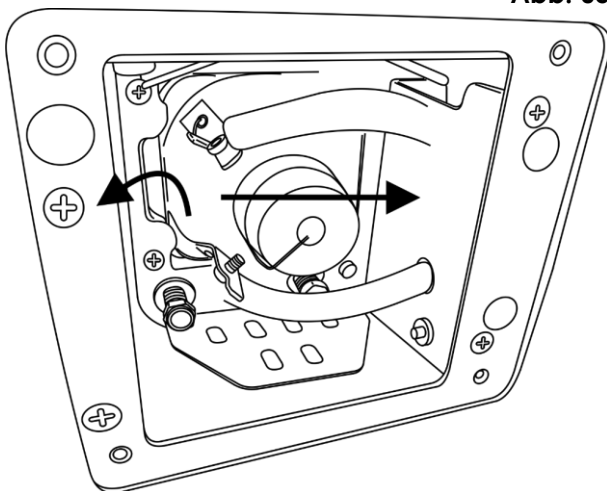

Abb. 07
- 08) Schieben Sie die Lampe nach rechts und lassen Sie die linke Seite einrasten (Abb. 07).